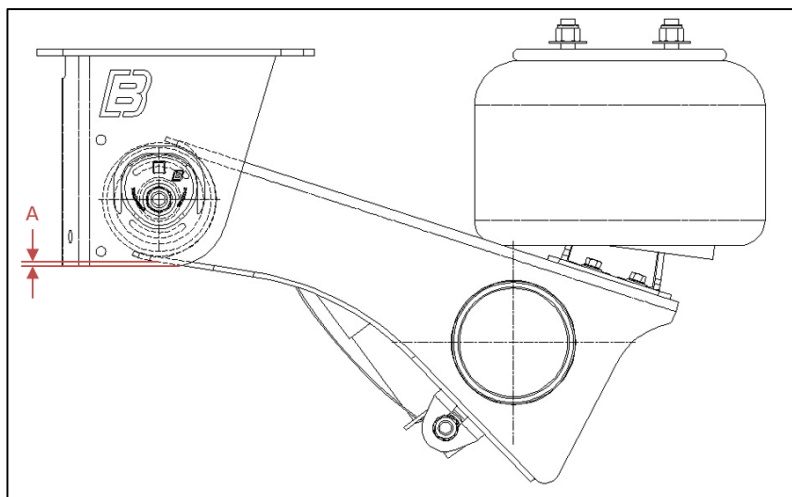

Figura 1: Croquis para medición de desgaste de buje tri-funcional.
- 1) Con la suspensión a la altura de trabajo, mida con un instrumento de medición de longitudes (cinta métrica o regla) desde la parte inferior del brazo ITG hasta la parte inferior de la manota (Figura 1).